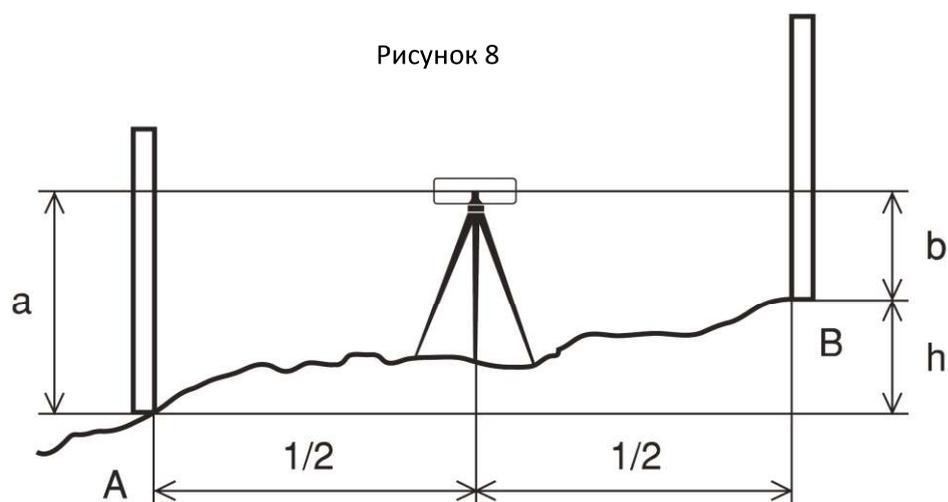

Рисунок 8
4.4.1.1. Установите нивелир примерно посередине между двумя точками А и В. (см. рисунок 8).